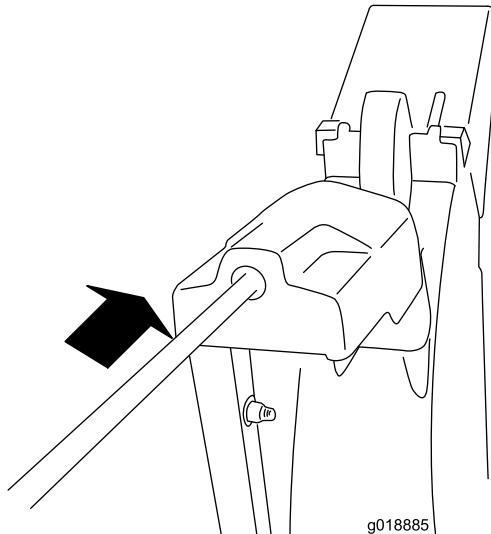

Figure 11
- Insérez l'avant de la tige dans l'ouverture au dos du couvercle du secteur denté de la goulotte jusqu'à ce qu'il glisse dans le secteur denté (Figure 11).